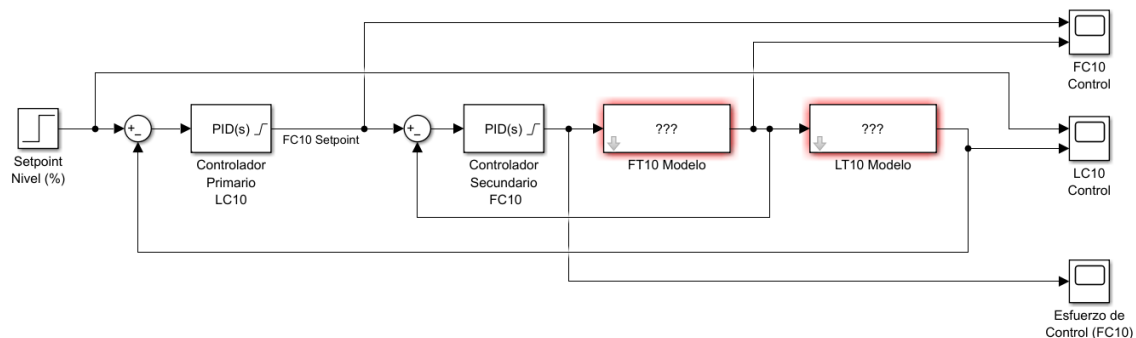

Figura 2: Diagrama de bloques en Simulink del control en cascada de nivel a caudal.
- 1) Simule un **control en cascada de nivel a caudal** para el nivel de agua del tanque **T-10** en **Simulink**, de modo que el diagrama de bloques tenga una estructura similar a la mostrada en la **Figura 2**. Para ello, realice lo siguiente: